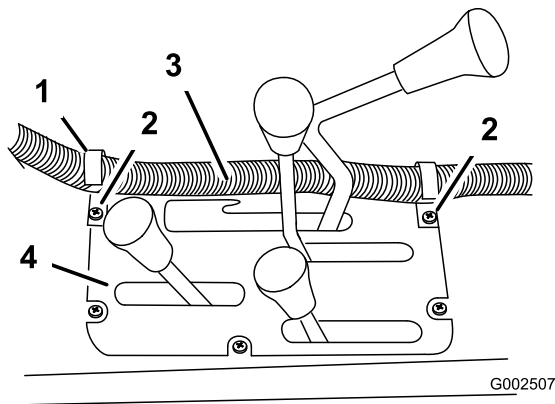

Bild 16
4. Montieren Sie 2 Hakenclips mit den vorhandenen Schrauben in der Mitte der Konsole an den in Bild 16 dargestellten Stellen.